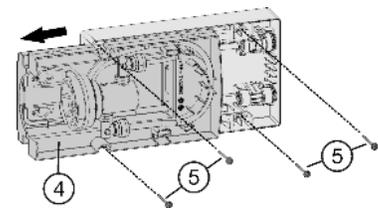

Fig. 56
- ▶ Sortir le tiroir *Fig. 56 (4)* jusqu'à la position d'arrêt.
- ▶ Fixer le module à l'aide de 4 vis *Fig. 56 (5)* à l'avant à travers les trous oblongs et à l'arrière directement à travers le module.